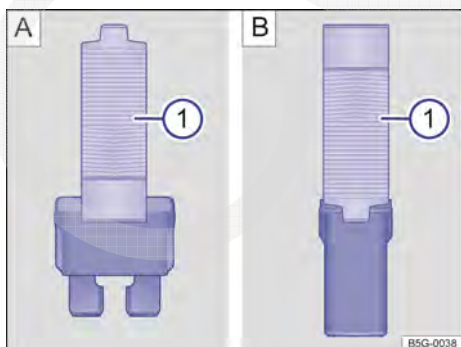

Fig. 285 Retirar ou colocar o fusível com o alicate de plástico: **A**) fusível plano, **B**) fusível de bloqueio.
- De acordo com a versão do fusível, colocar as garras adequadas do alicate plástico → Fig. 285 **A** **1** ou → Fig. 285 **B** **1** lateralmente no fusível.